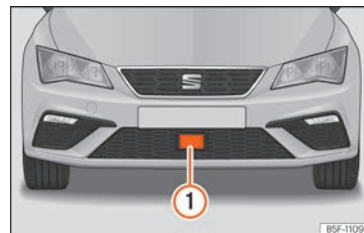

Abb. 271 Im vorderen Stoßfänger: Radarsensor.
Bei angehaltenem Fahrzeug den Motor ausschalten und wieder starten. Führen Sie eine Sichtprüfung des Radarsensors » **Abb. 271** durch (falls Schmutz, Eis vorhanden sind oder dieser Schläge erlitten hat). Wenn sie weiterhin nicht verfügbar ist, suchen Sie bitte eine Fachwerkstatt auf, damit diese das System überprüft.
Zur Erfassung der Verkehrssituation ist im vorderen Stoßfänger ein Radarsensor eingebaut »» **Abb. 271** ①.
Diese Anzeige für den Fahrer zeigt an, ob die Sicht des Radarsensors aufgrund von z.B. Blättern, Schnee, leichten Nebels oder Schmutz beeinträchtigt ist. Reinigen Sie das SEAT-Emblem »» **Abb. 271**.